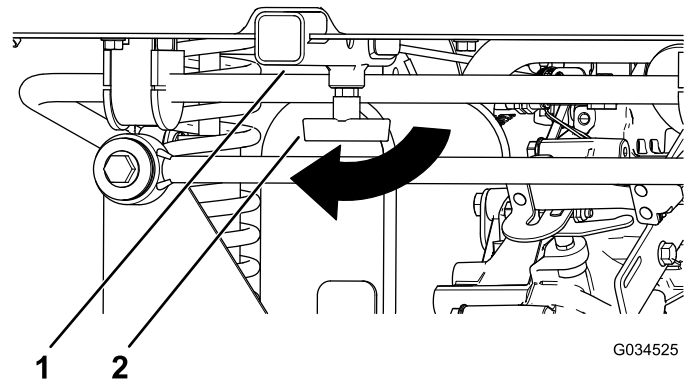

Bild 17
2. Setzen Sie das Zubehör in die Aufnahme, bis die Löcher ausgefluchtet sind (Bild 17).
1. Drehen Sie den T-Bügel nach rechts, um ihn zu lösen (Bild 17).